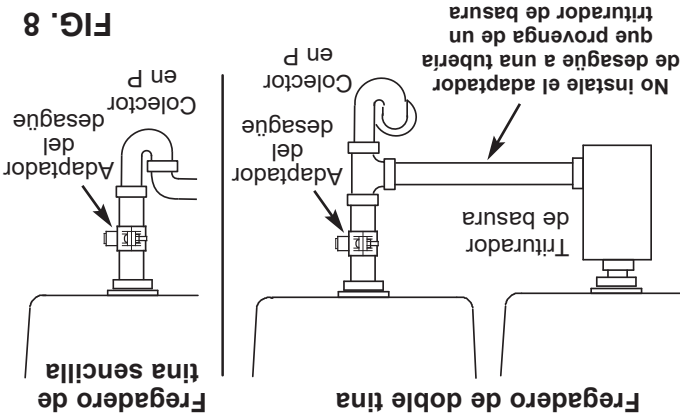
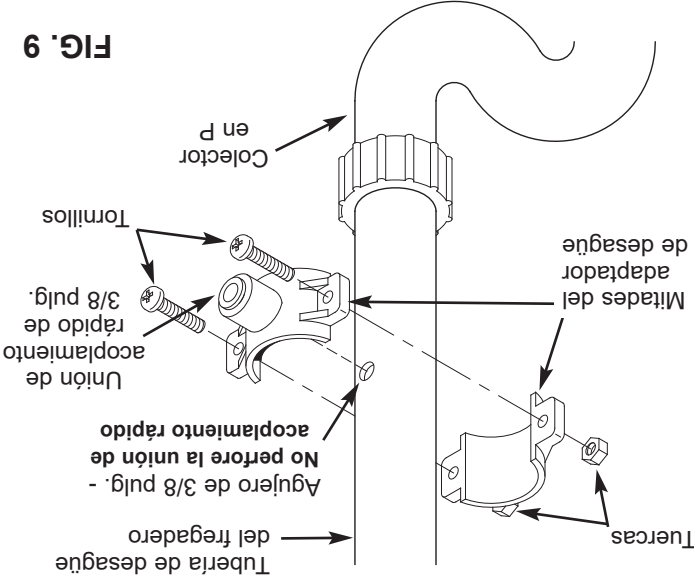
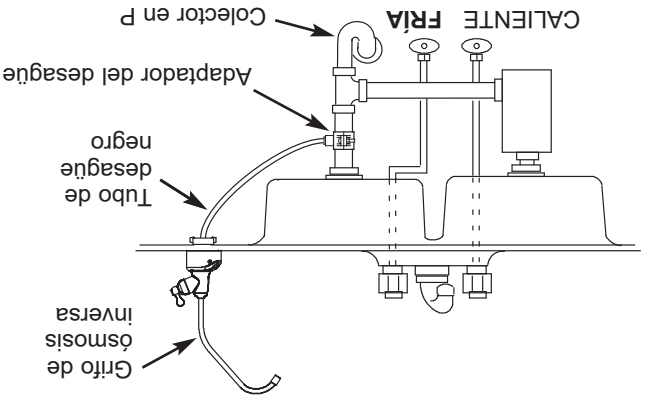

FIG. 8
FIG. 9
FIG. 10
El adaptador de desague que se incluye con su sistema de ósmosis inversa se ha diseñado para encajar alrededor de una tubería de desague estándar de 1-1/2 pulg. de D.E. En el siguiente procedimiento, instalará el adaptador de desague encima (o antes) del colector en P. Vea la Fig. 8 y la Fig. 10. Cerciórese de cumplir con los códigos locales de plomería.
1. Pruebe el ajuste de las dos mitades del adaptador de desague sobre la tubería de desague del fregadero, aproximadamente 6 pulg. (15 cm) arriba del colector en P (vea la Fig. 9). Compruebe que la unión de acoplamiento rápido quede orientada hacia el grifo de ósmosis inversa (vea la Fig. 10).
2. Utilice el orificio de la unión de desague como guía y marque la tubería donde se perforará un agujero de 3/8 pulg. (vea la Fig. 9), y retire el adaptador de desague de la tubería.